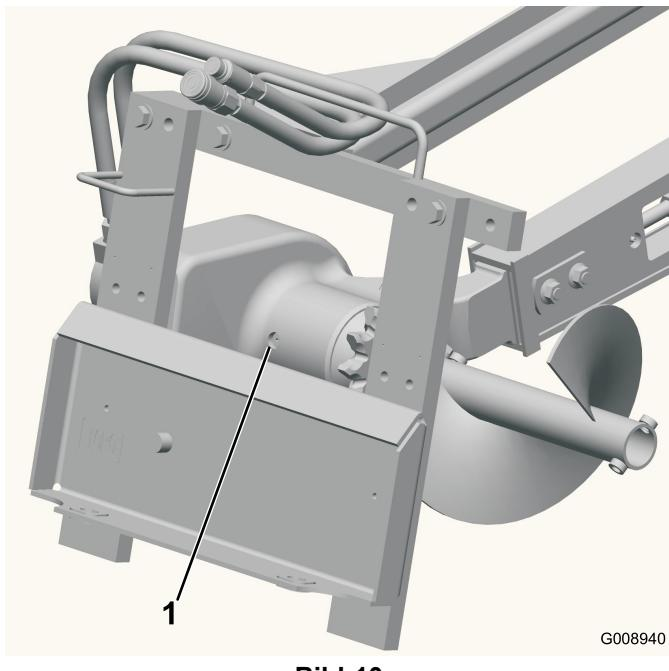

Bild 10
- Reinigen Sie den Bereich um die Ölfüllschraube am Lagergehäuse (Bild 10).
- Entfernen Sie die Ablassschraube aus dem Einfüllstutzen am Lagergehäuse (Bild 10).